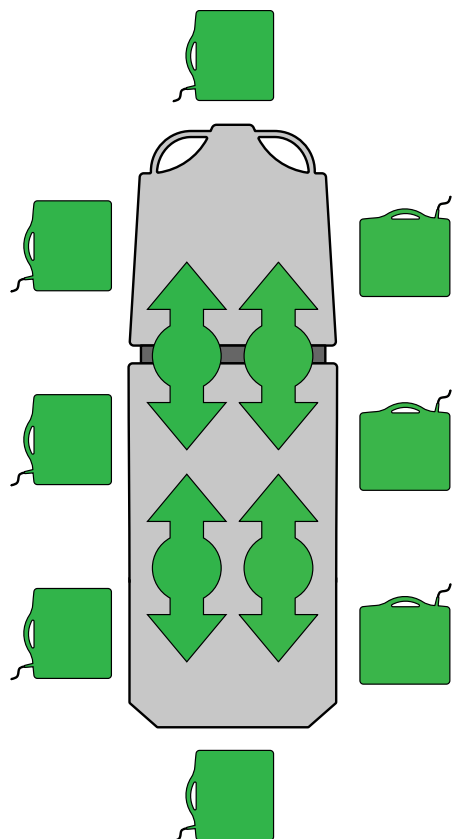

**Figura 21 – Inserimento o rimozione delle cassette radiografiche**
1. Centrare il paziente sul prodotto con le apposite etichette di posizione poste su tutti i lati del prodotto (Figura 21).